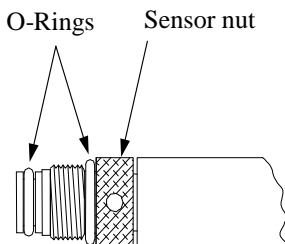

Figure 3.4 Lubrification des joints toriques
4. Appliquez une fine couche de lubrifiant pour joint torique (fourni avec le kit de maintenance YSI 5511) sur les joints toriques du côté du connecteur du capteur (reportez vous à la Figure 3.4 Lubrification).